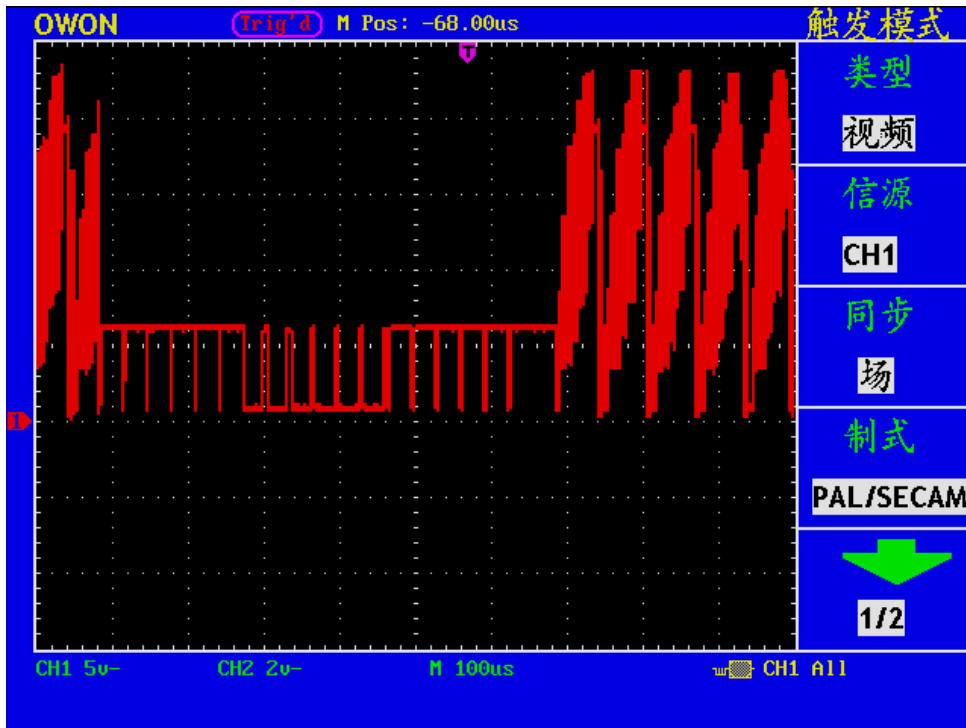

图 34 视频场触发波形
- 4、按 **F3** 菜单选择按键，选择同步为 **场**。屏幕显示见图34。